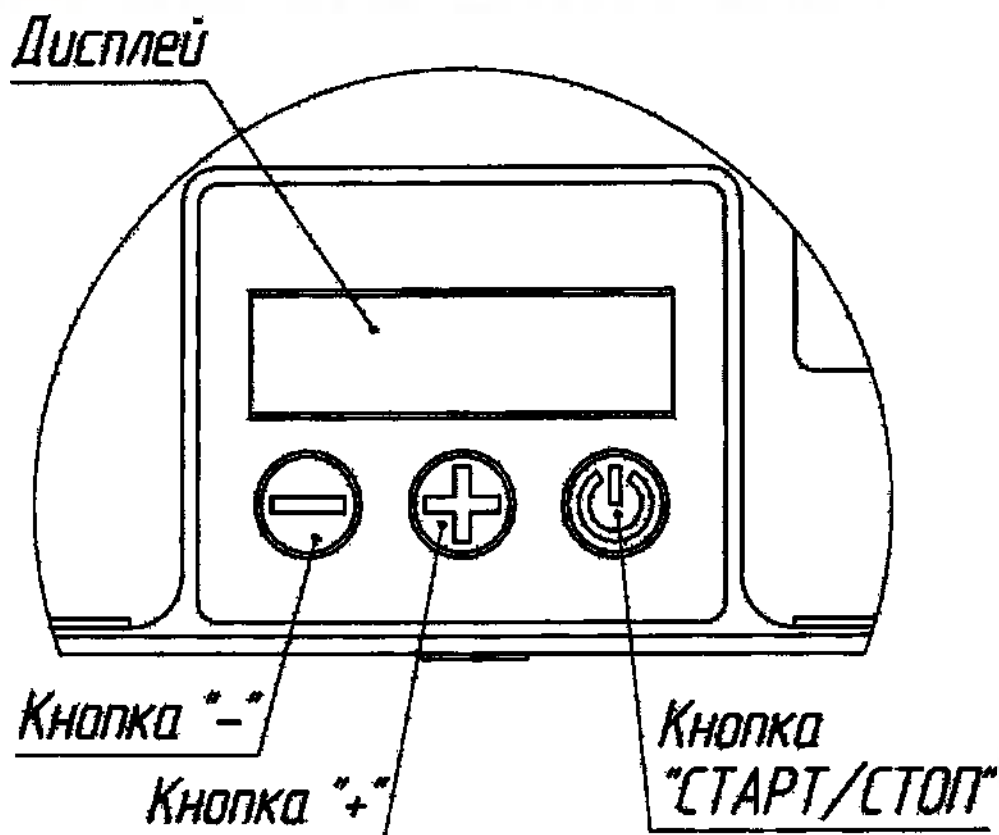

Рисунок 4. Кнопки управления режимом работы
7. Замена ламп и стартеров (Рис. 4)